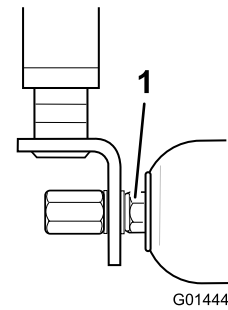

Figure 81
2. En cas de jeu axial excessif, utilisez la clé fournie pour serrer avec précaution les écrous à chaque bout du rouleau jusqu'à la suppression du jeu (Figure 81).